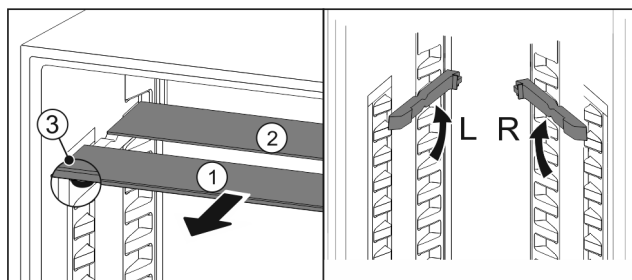

Fig. 86
- Dra ut Fig. 86 (1) glashyllorna framåt en i taget.
- ▷ Glashyllan Fig. 86 (1) med dekorlisten ligger längst fram.
- ▷ Stoppklackarna Fig. 86 (3) är vända nedåt.